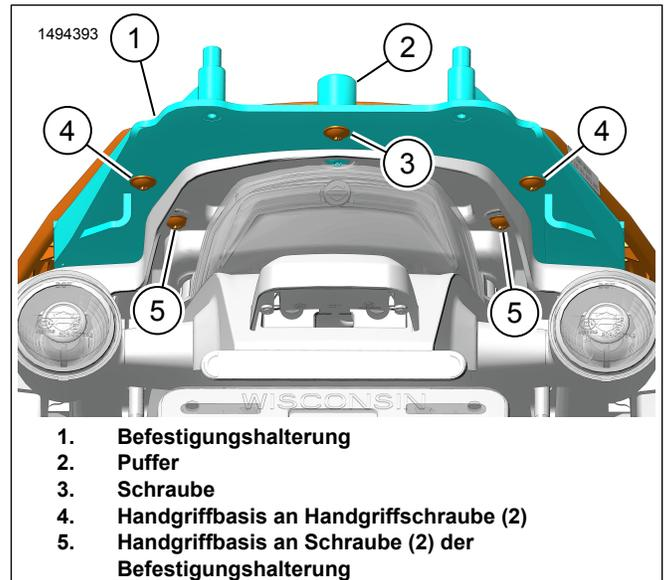
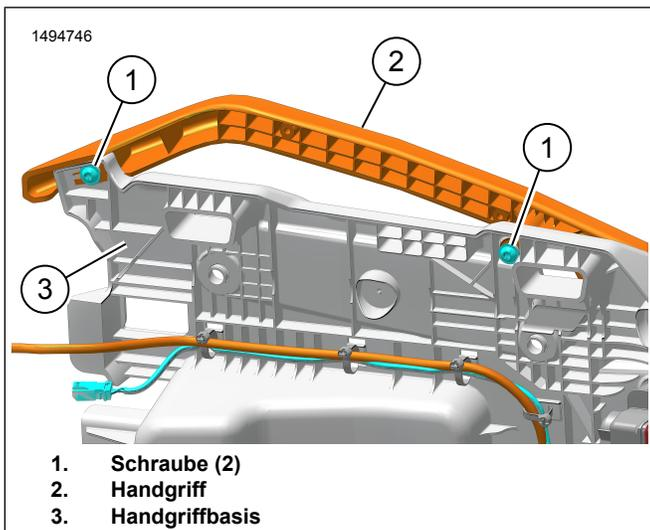

Abbildung 9. Hintere Befestigungsschrauben
Abbildung 10. Handgriff
- b. Siehe Abbildung 9. Die Handgriffbasis an den Schrauben (5) der Befestigungshalterung anbringen. Festziehen.
8. Siehe Abbildung 10. Den Handgriff (2) einbauen.
- a. Die Schrauben (1) an beiden Seiten locker anbringen.
- b. Siehe Abbildung 9. Die Handgriffbasis and den Handgriffschrauben (4) anbringen.